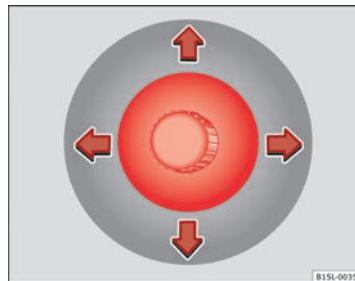
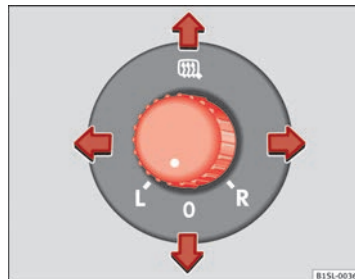

Abb. 65 In den vorderen Türen: Stellknopf für den mechanischen Außenspiegel.
Abb. 66 In der Fahrertür: Drehknopf für die elektrischen Außenspiegel.
Die Außenspiegel werden durch Schwenken des Stellknopfs ⇒ Abb. 65 oder des Drehknopfs\* eingestellt ⇒ Abb. 66. ▶
**Drehknopf ⇒ Abb. 66 in gewünschte Position drehen:**